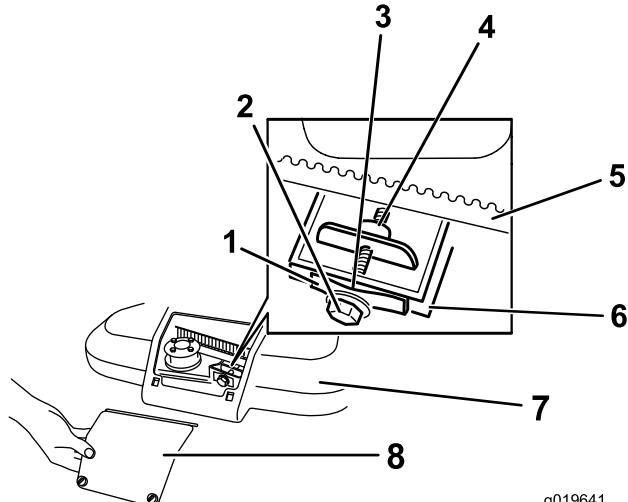

Bild 39
1. Lösen Sie die zwei Schrauben an der Riemenabdeckungsplatte und nehmen die Platte ab (Bild 39).
3. Halten Sie eine Fühlerlehre (0,26 mm), ein Papierstück oder einen Notizzettel gegen die Wand und schieben Sie nach unten hinter die Riemenspannungsfeder (Bild 39).
Hinweis: Wenn ein sichtbarer Abstand zwischen der Fühlerlehre und der Feder besteht, ziehen Sie die Einstellschraube und Mutter an, bis das Papier fast nicht mehr in den Abstand eingeschoben oder herausgezogen werden kann (Bild 39).